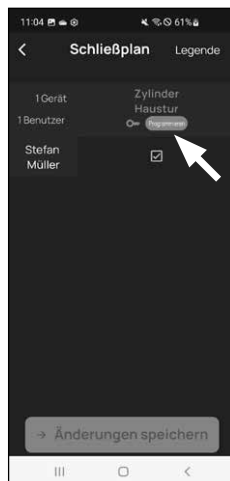

Abb. 4
- Wenn Änderungen im Schließplan gemacht wurden, erscheint die Anzeige des jeweiligen Zylinders rot und wird durch den Button „Programmieren“ ergänzt. Die App teilt Ihnen damit mit, dass die Einstellungen noch nicht auf den Zylinder übertragen wurden. Um dies zu machen, tippen Sie beim jeweiligen Zylinder auf den roten Button „Programmieren“ (Abb. 4).